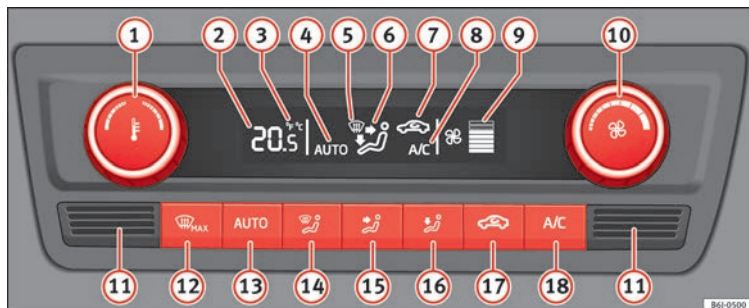

Fig. 171 Climatronic: elementos de manejo.
- (18) » fig. 171 encendido.
Cuando pulse una tecla se activará la función correspondiente, poniendo en marcha el climatizador si estuviera desconectado, excepto con la tecla (17) » fig. 171 (recirculación).
- Gire el mando (10) hacia la izquierda hasta que se apaguen los segmentos de la columna (9) » fig. 171.
- Pulse la tecla **AUTO** **13** » » fig. 171.
Mantenga pulsadas simultáneamente durante **2 segundos** las teclas **AUTO** y **A/C** » » fig. 171. En la pantalla aparecen los datos en unidades deseadas.
- En la parte inferior se encuentra el sensor de la temperatura interior **13** » » fig. 171. No lo cubra con adhesivos ni de otra forma, ya que podría influir negativamente sobre el funcionamiento del Climatronic.
- Pulse la tecla **AUTO** **13** » » fig. 171, en la pantalla aparece **AUTO**.
- Al conectar el encendido puede utilizar el mando **1** » » fig. 171 para ajustar la temperatura interior deseada.
- Pulse la tecla  **17** » » fig. 171, en la pantalla aparece el símbolo .
- Pulse la tecla  **17** » » fig. 171, en la pantalla desaparece el símbolo .
- Gire el mando  **fig. 171** hacia la izquierda (bajar la velocidad) o hacia la derecha (subir la velocidad).
- Pulse la tecla   **fig. 171**.
- Pulse varias veces la tecla   **fig. 171**, o pulse la tecla .